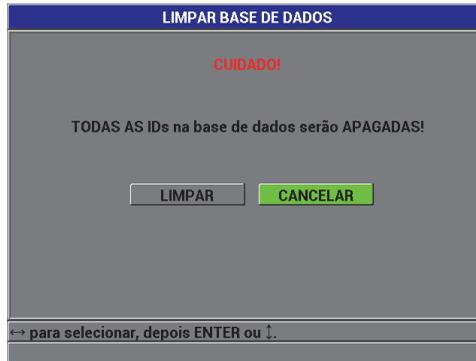

Figura 7-13 LIMPAR BASE DE DADOS – Mensagem de aviso
2. No submenu **LIMPAR**, selecione **BASE DE DADOS** para exibir a mensagem de aviso **LIMPAR BASE DE DADOS** (ver a Figura 7-13 na página 139).